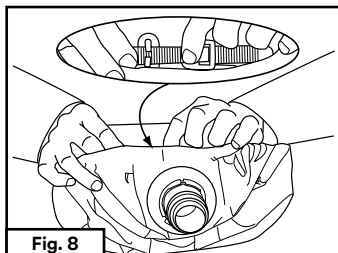

Fig. 8
- **Pièce faciale avec coiffe en plastique seulement** (tous les modèles S-103 et S-403) : Si la cagoule ou la protecteur de tête est dotée d'une coiffe en plastique, elle peut être ajustée au besoin pour obtenir un ajustement confortable (Fig. 8). Le bandeau de la coiffe en plastique doit être porté autour du cou et la courroie du dessus de tête doit être placée sur le dessus de la tête, et non pas derrière la tête (Fig. 9).